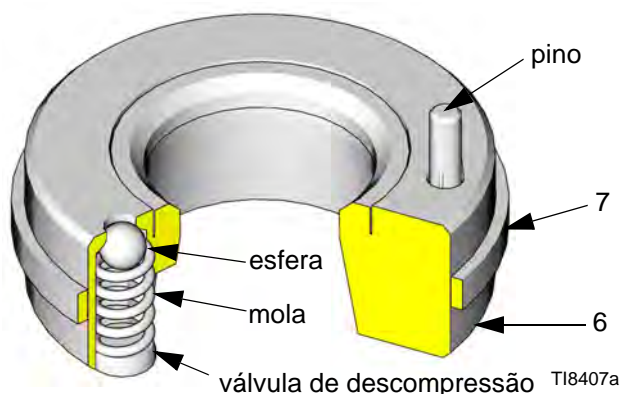

FIG. 7. Encaixe de entrada com válvula de descompressão
2. Use o **molde de texto no compartimento do fluido de entrada (15)** como guia para instalar o encaixe de entrada da válvula de descompressão (6★) O pino (Consulte a FIG. 7) no encaixe deve apontar para o compartimento do fluido de entrada (15). Esse pino limita o posicionamento do encaixe (6★), garantindo que o orifício de ventilação não seja bloqueado por parte do compartimento.